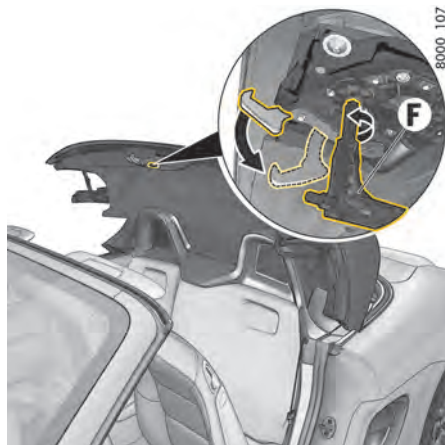

図 64: コンバーチブルトップラッチフックの展開
3. キーFをコンバーチブルトップロックに差し込み(図.64)、反時計方向に回してラッチフックを完全に開いてください(回すときに抵抗を感じます)。